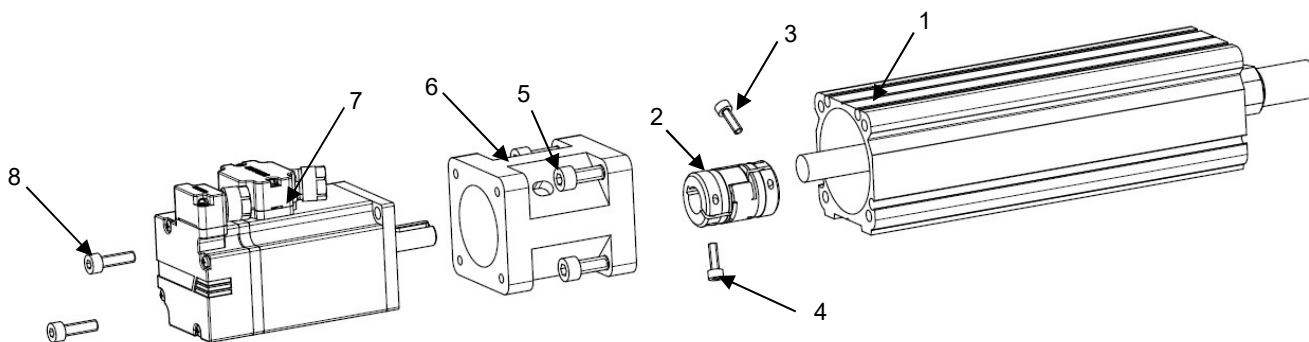

Рисунок 2 – Соосная установка двигателя
1.4.4.1 Схема для соосной установки двигателя (см. рисунок 2):